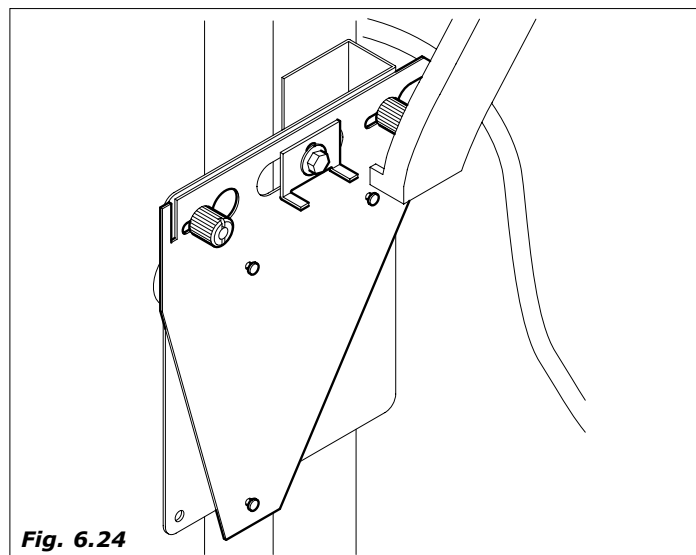

Fig. 6.24
- desmontar el soporte de la máquina (Fig.6.24)